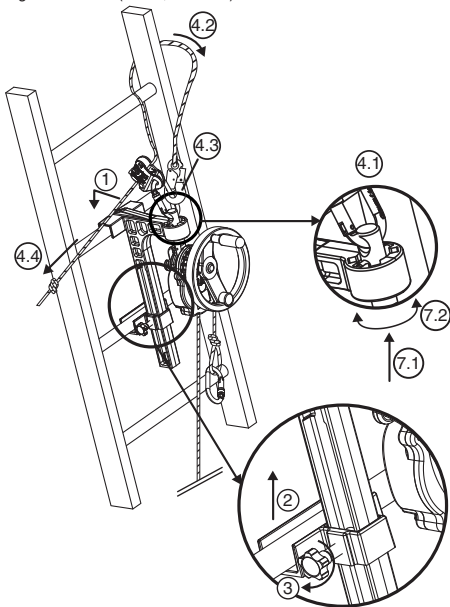

Abb.6
6.3.2 Gerät DEROPE™ UP B (Abb.6)
1. Den großen verriegelbaren Adapter an der für die Rettung vorgesehenen Stelle über der zu rettenden Person an der Leitersprosse anbringen (Abb.6, 1).
2. Das Sicherungsgleitstück auf die Höhe der Sprosse bringen, die unmittelbar unter der Trägersprosse des großen Adapters liegt (Abb.6, 2).
3. Den Sicherungsbolzen des Gleitstücks mit Hilfe des Rändelknopfs an der Seite des Adapters festziehen (Abb.6, 3).
- Den Karabinerhaken der Einstellvorrichtung LCM 05 in der oberen Bohrung des Befestigungsbolzens befestigen (Abb.6, 4.1).
- Das Halteseil um die über dem Adapter gelegene Sprosse und um einen der Leiterholme führen (Abb.6, 4.2).
- Den Karabinerhaken des Halteseils am Karabinerhaken der Einstellvorrichtung LCM 05 befestigen (Abb.6, 4.3).
- Das Halteseil durch Ziehen am Leertrum spannen (Abb.6, 4.4).
7. Das DEROPE™-Gerät nach Bedarf ausrichten, indem die Position des Befestigungsbolzens in der Positionierungsvorrichtung geändert wird (Abb.6, 7.1 - 7.2).